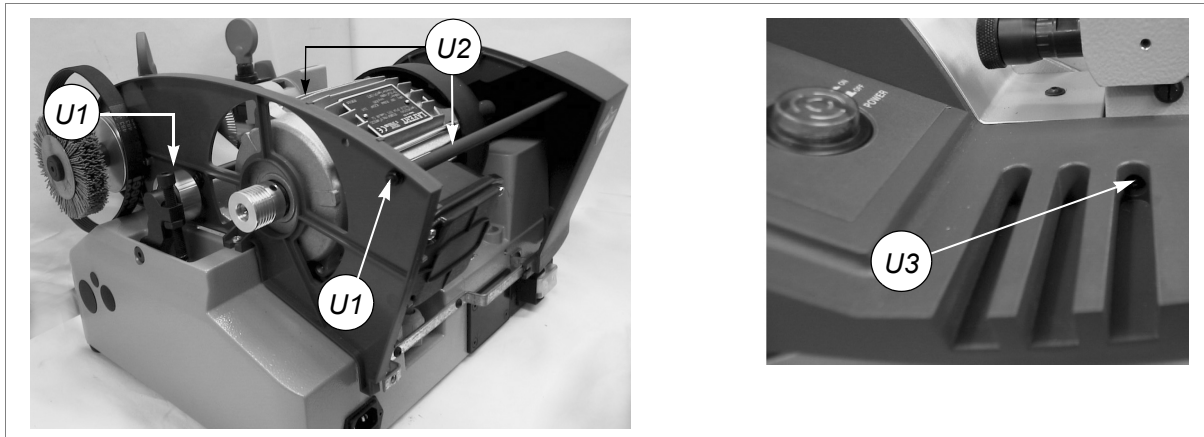

Fig. 32
- 6) Desenroscar las tuercas (U1) de los tirantes (U2) y sacarlas junto con las arandelas (fig.32, pág.25).
- 7) Desenroscar los tirantes (U2) y sacarlos (fig.32).
- 8) Destornillar el tornillo (U3) del cárter izquierdo (fig.32).